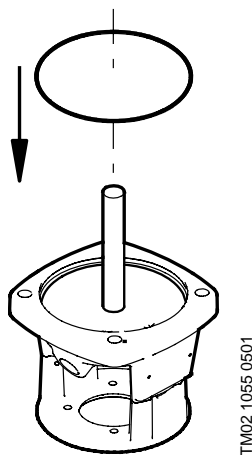

Abb. 5
1. O-Ring Pos. 37 mit dem Werkzeug Pos. G montieren, siehe Abb. 5.
3. O-Ring Pos. 37 mit dem Werkzeug Pos. G montieren, siehe Abb. 5.